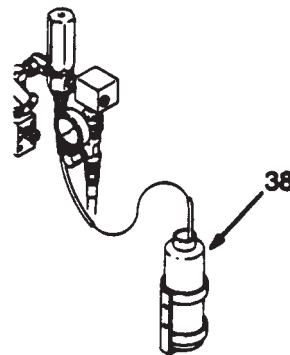

Abb. 16
Abfallschlauch und Flasche (38) bei jedem Neustart der Anlage oder bei einer ungleichmässigen Materialförderung überprüfen, um festzustellen, ob das automatische Materialdruckentlastungsventil Material in die Flaschen abgegeben hat. Bei Bedarf Schlauch und Flasche reinigen. In regelmässigen Abständen prüfen, ob der Abfallschlauch Einschnitte, Leckstellen oder Aufschwellungen aufweist. Bei eventuellen Beschädigungen, Teile vor Inbetriebnahme des Systems ersetzen. Siehe Abb. 16.